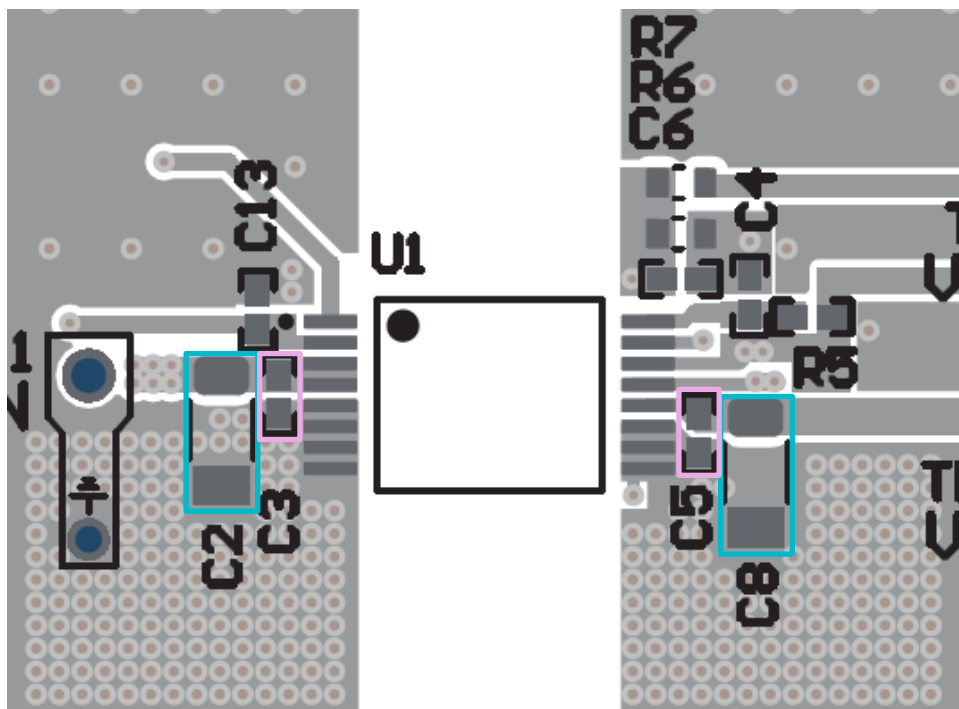

図 8-5. VIN (C2、C3) と VDD (C5、C8) コンデンサ
8. パワー グッド ピン デカップリング コンデンサ: デカップリング コンデンサは、ピン 2 (パワー グッド ピン) の近くに、PCB の UCC34141 と同じ側に配置する必要があります。図 8-5 に示す C13 の配置を参照してください。